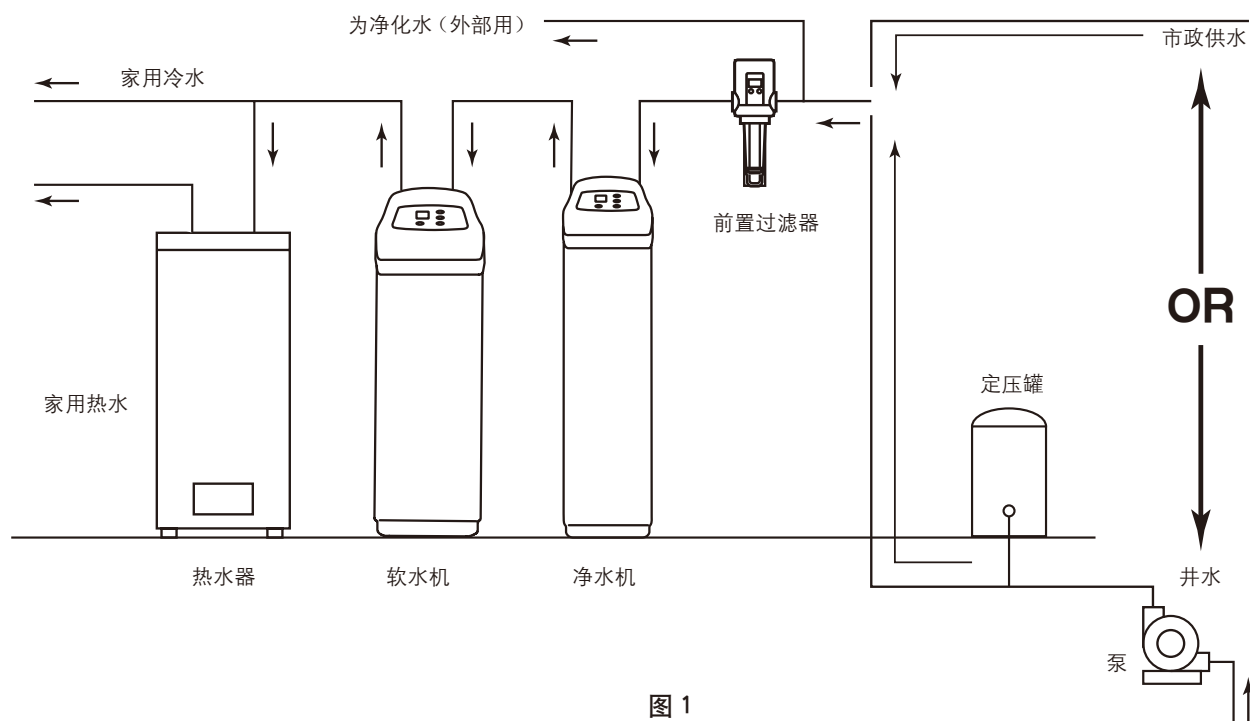

图 1
2. 如果需要安装其他水处理设备，按图 1 所示选择安装位置。